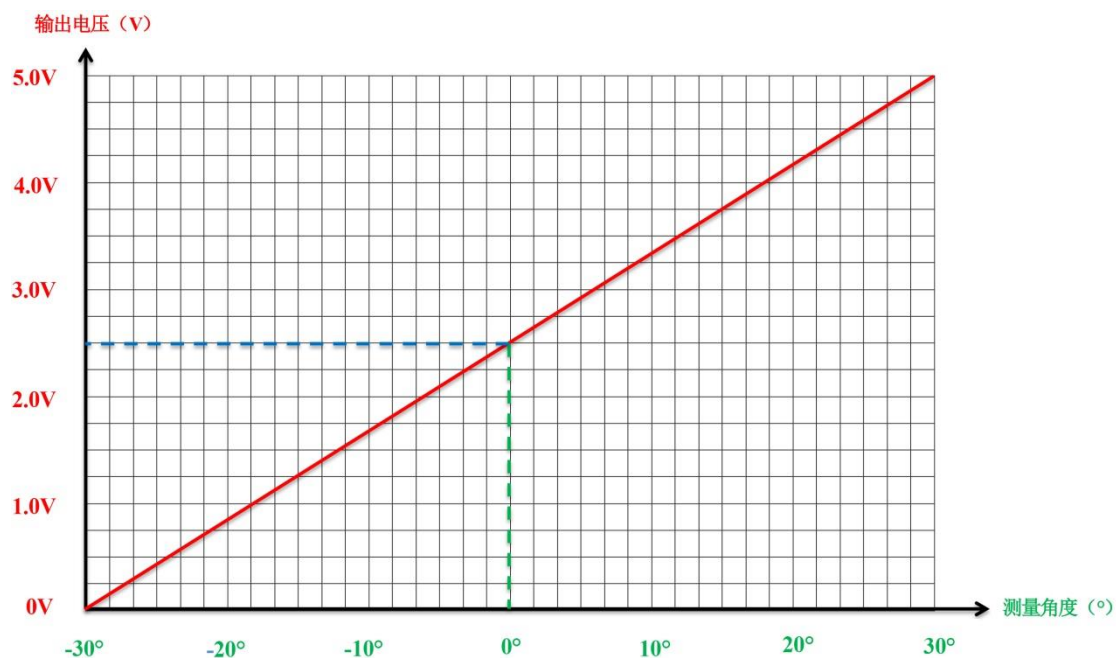

图 1 角度测量范围
例如 QKQM-104F-30-V05-6C12 : 表示 0~60° (±30°) 测量范围 , 0~5V 线性输出电压信号 , 如图 1 所示 ;
1) 传感器的安装面与被测量面固定必须紧密、平整、稳定，如果安装面出现不平容易造成传感器测量夹角误差。见图1、2